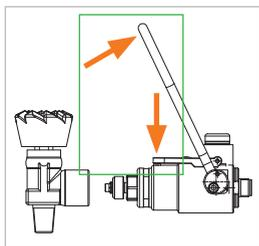

Abbildung 4
- ▶ Halten Sie die Arretierung (Pos. 8) nach unten gedrückt und klappen Sie anschließend die Betätigung (Pos. 1) nach oben (Abbildung 4). Die Spannanzgen fallen zusammen.